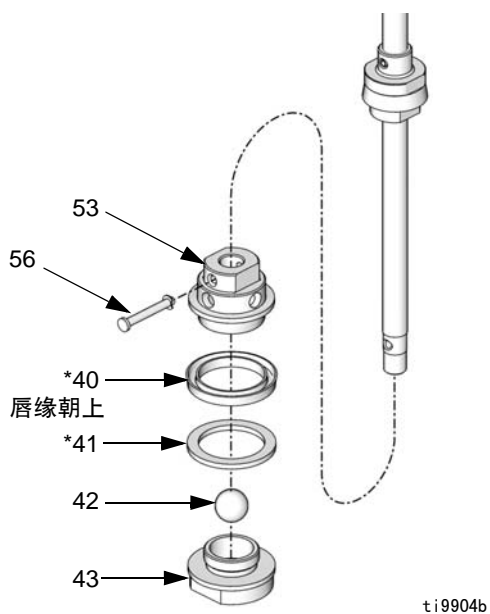

图 20
8. 卸下叉杆销 (56)。拆下活塞阀组件。从活塞壳体 (53) 上拧下活塞阀 (43)。拆下耐磨环 (41*)、U 形圈 (40*) 和阀球 (42)。检查所有零配件是否损坏。参见图 20。